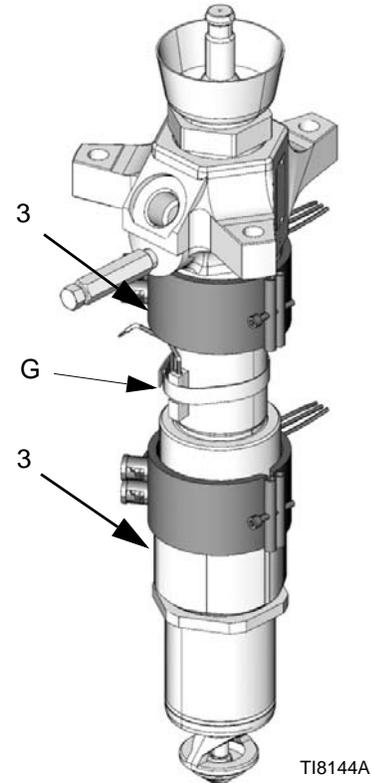

ABB. 25
2. Die Elektrokabel vom Heizungsband (3) abziehen. Siehe ABB. 25.
3. Die Klammer lösen, mit der der Sensor an der Pumpe (G) befestigt ist. Siehe ABB. 25.